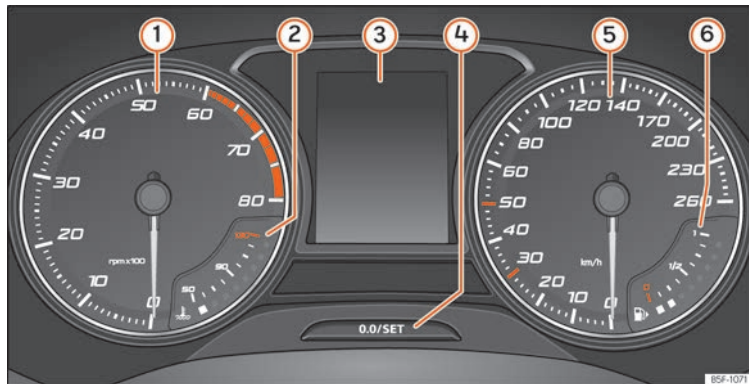

Fig. 111 Cuadro de instrumentos en el tablero de instrumentos.
» **fig. 111:**
El cuentarrevoluciones muestra el régimen de revoluciones del motor por minuto »» fig. 111 ①.
La aguja del cuentarrevoluciones ① »» fig. 111 sólo deberá alcanzar la zona roja durante un breve período de tiempo, de lo contrario corre el peligro de sufrir daños en el motor.
Al conectar el encendido, en la pantalla del cuadro de instrumentos »» fig. 111 ③ puede
- Pulse brevemente el botón **» fig. 111 ④** para restablecer el cuentakilómetros parcial a 0.
- Mantenga pulsado el botón **④** durante unos 3 segundos y se visualizará el valor anterior.
- Para ajustar la hora, mantenga pulsado el botón **» fig. 111 ④** durante más de 3 segundos para seleccionar el indicador de horas o bien de minutos.
- Para proseguir el ajuste, pulse la parte superior o inferior del botón **④**. Para que los números se sucedan con rapidez, mantenga la tecla pulsada.
- Pulse nuevamente el botón **④** para finalizar el ajuste de la hora.
Mantenga pulsado el botón »» **fig. 111** **4** durante más de 15 segundos para visualizar las letras distintivas del motor (LDM) del vehículo. Para ello, el encendido debe estar conectado y el motor apagado.